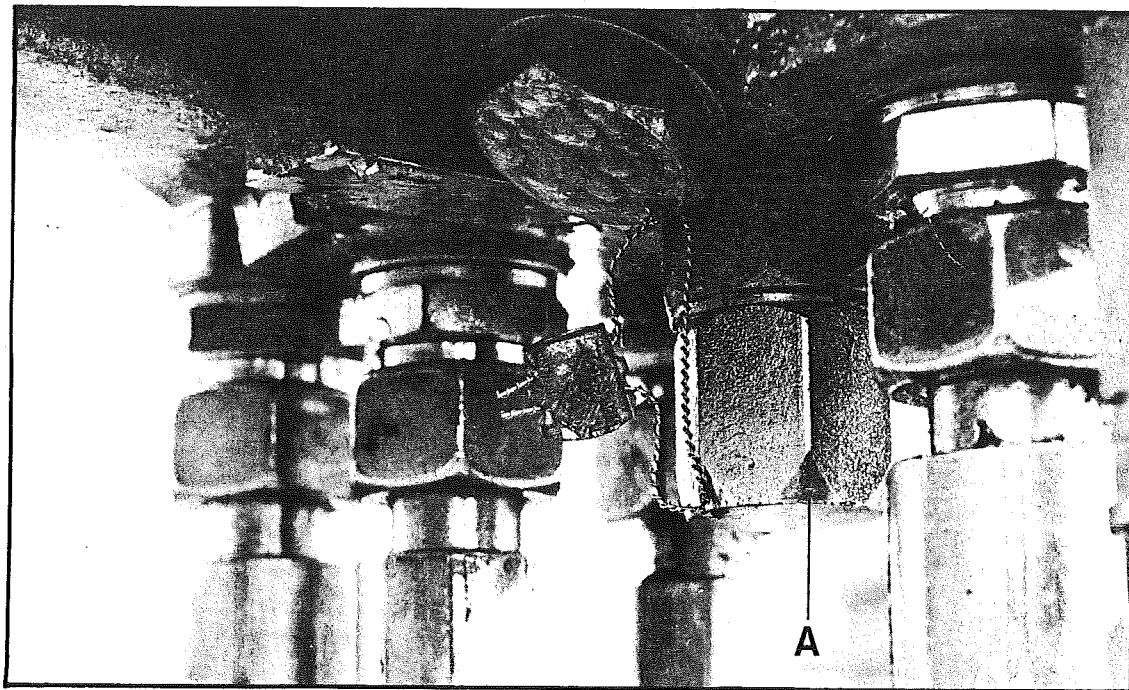

Abb. 5.
4. Es besteht die Möglichkeit, dass die Walzen bei Verstopfung nicht mehr drehen, da die Rutschkupplung der Gelenkwelle in Wirkung tritt. Mit Hilfe eines im Steuerblock eingebauten Überdruckventils wird die Bodenkette automatisch gestoppt. Die werksseitige Einstellung des Überdruckventils (siehe Abb. 5-A) niemals verändern!